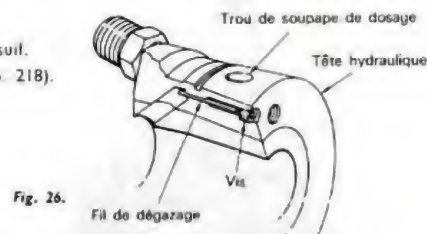

Fig. 26.
- Vérifier, dans la tête hydraulique, que le fil de dégazage est libre (sinon, l'extraire et le remplacer après nettoyage du canal) (fig. 26).